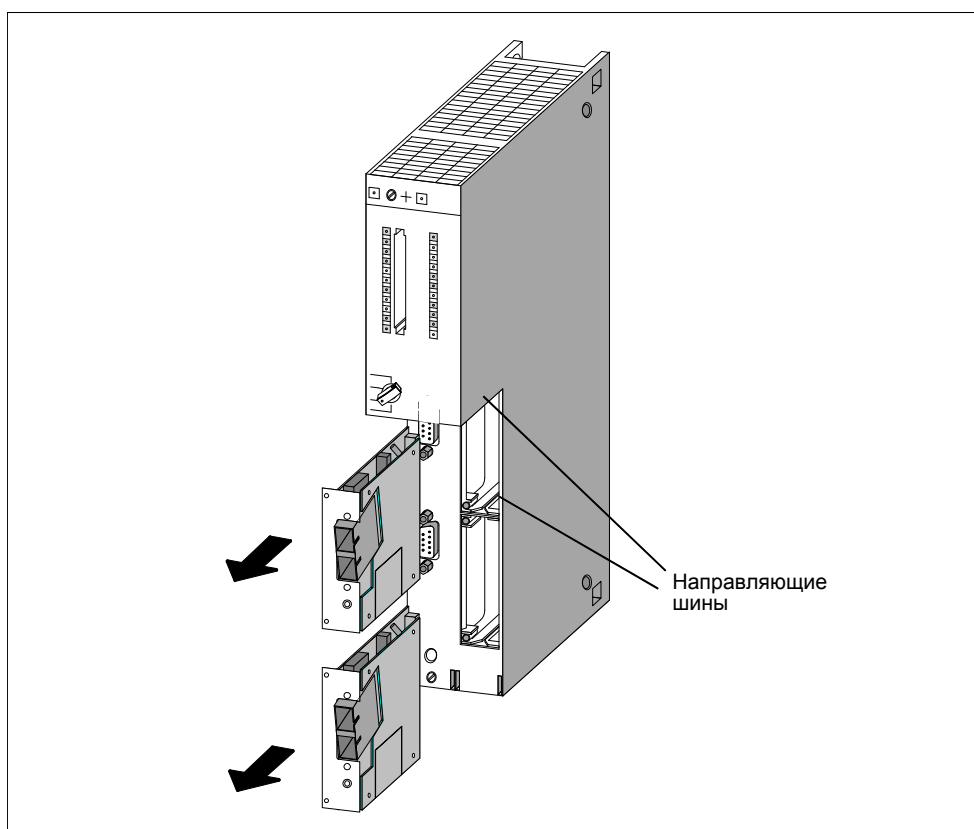

Рис. 7–1. Извлечение интерфейсного submodule из CPU
2. Выключите блок питания (PS) (не относится к синхронизационному модулю в системе с резервированием).
5. Осторожно вытащите интерфейсный submodule из направляющей шины модульного гнезда (см. рис. 7–1). При этом держите интерфейсный submodule за продольные боковые стороны передней панели.